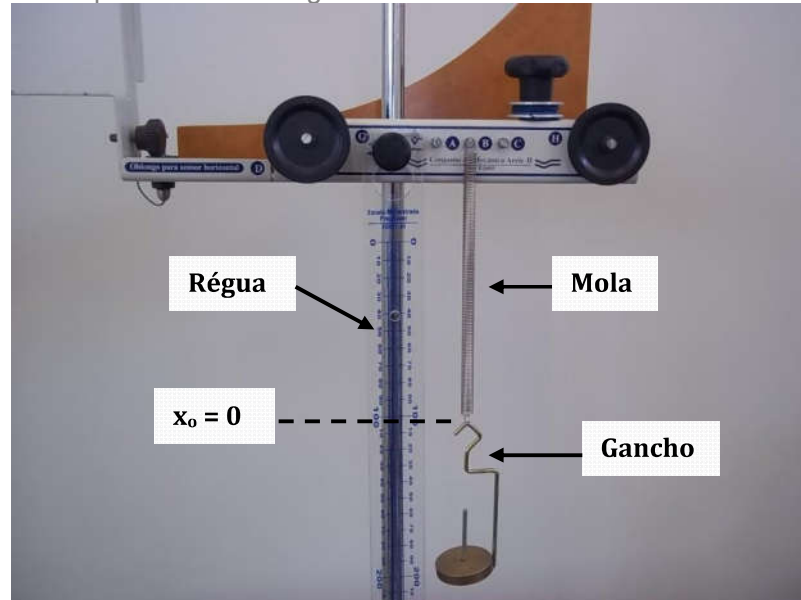

Figura 1 – Montagem experimental inicial para o estudo de deformações elásticas.
1. Execute a montagem conforme Figura 1, prendendo a régua pelo orifício existente em sua extremidade e dependurando uma mola na posição B (indicada na peça). Leia o valor ocupado pela parte inferior do gancho lastro, na escala. Este valor será arbitrado como zero. O gancho funcionará como lastro, não o considere como carga.